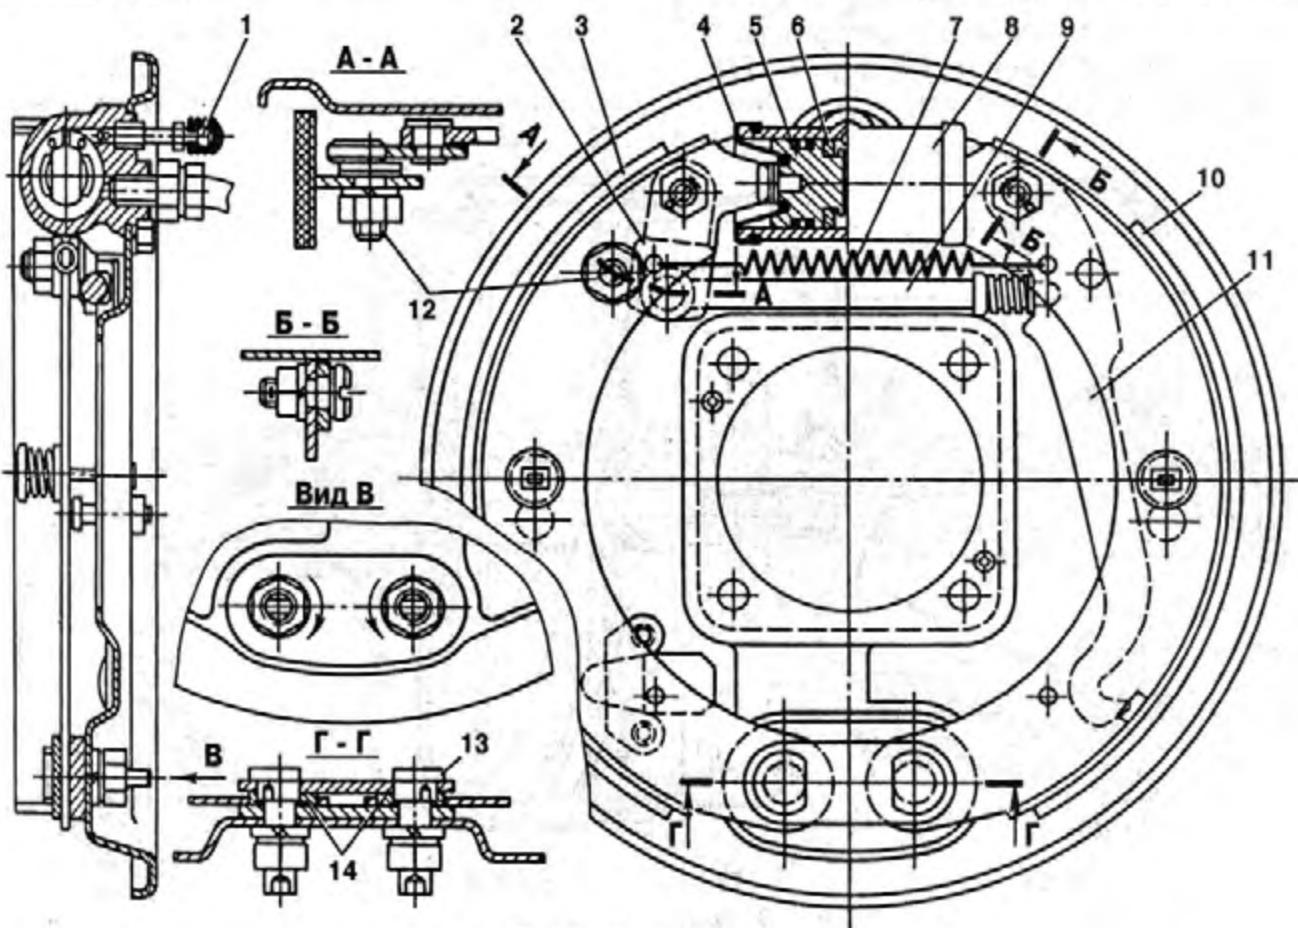
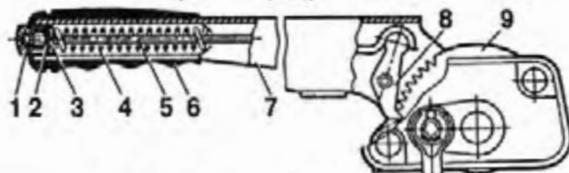
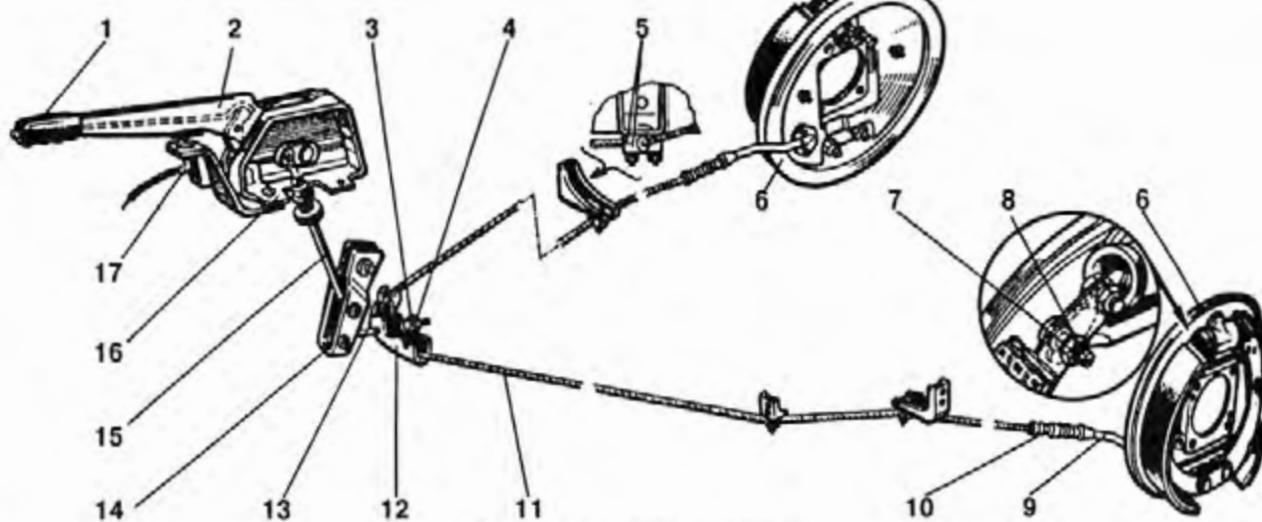

Рис. 170. Задний тормозной механизм:
Рис. 177. Рычаг стояночного тормоза:
Рис. 176. Стояночный тормоз:
Задний тормозной механизм (рис. 170) имеет один колесный цилиндр 8 двухстороннего действия с внутренним диаметром 28 мм, который приводит в действие обе колодки 3 и 10. Передняя колодка 3 имеет накладку длиной 290 мм, а задняя колодка 10 одинаковая с колодками переднего тормоза.
Стояночный тормоз (рис. 176) действует на задние тормозные механизмы. Кронштейн 16 с рычагом 2 привода стояночного тормоза крепится четырьмя болтами к переходному кронштейну, который приварен к передней панели пола. При перемещении рычага стояночного тормоза вверх тяга 15 поворачивает рычаг 14, на нижнем конце которого шарнирно закреплена тяга 13 уравнителя.
Через направляющие трубы 9 и защитные резиновые чехлы 10 концы троса входят в тормозные механизмы и соединяются с приводными рычагами 11 (см. рис. 170) при помощи вилок и наконечников, обжатых на тросах. Приводной рычаг 11 качается на оси, закрепленной на задней колодке 10 гайкой с пружинной шайбой. Рычаг при помощи разжимного стержня 9, маятникового рычага 2 и регулировочного эксцентрика 12 соединен с передней колодкой 3 заднего тормоза. Рычаг 7 (рис. 177) стояночного тормоза удерживается в поднятом
положении при помощи храпового механизма, состоящего из собачки 8 и зубчатого сектора 9. При этом выключатель 17 (см. рис. 176) включает на комбинации приборов красный сигнализатор.
Для возвращения рычага в исходное положение следует, преодолевая сопротивление пружины 4 (см. рис. 177), утопить кнопку 1. При этом тяга 5 повернет на своей оси собачку 8. Собачка выйдет из зацепления с зубчатым сектором 9 и рычаг 7 сможет опуститься в первоначальное положение, утопив в конце своего хода кнопку электрического выключателя. На панели приборов выключится сигнализатор.
Стояночный тормоз должен обеспечивать надежное удержание автомобиля с полной нагрузкой на уклоне и спуске не менее 25 % при приложении к ручке 1 (см. рис. 176) рычага стояночного тормоза усилия, не превышающего 40 кгс. При этом запирающий механизм должен сделать 5...6 щелчков. Увеличенный ход рукоятки зависит от степени износа накладок и барабана задних тормозных механизмов, а также от большого свободного хода в механизме привода.
1. Убедитесь в правильности регулировки рычага 11 (см. рис. 170) привода стояночного тормоза. Для этого: отвернув контргайку 4 (см. рис. 176) и гайку 3, снимите с тяги 13 трос 11 с уравнителем 12, снимите защитные чехлы 10 с направляющих трубок 9 и, перемещая рукой трос, измерьте его перемещение относительно торцов направляющих трубок. Трос следует перемещать с небольшим усилием в пределах свободного хода приводного рычага 11 (см. рис. 170). Перемещение троса должно быть в пределах 4...6 мм.
2. При необходимости отрегулируйте свободный ход рычага привода. Для этого: поднимите домкратом задний мост; снимите задние колеса и тормозные барабаны; ослабив гайку 7 (см. рис. 176) и поворачивая эксцентрик 8, установить свободный ход приводного рычага в пределах 4...6 мм. Свободный ход следует измерять на нижнем конце приводного рычага, используя прорезь в ребре колодки или измеряя перемещение троса относительно торца направляющей трубы, как было сказано выше; надежно затяните гайку эксцентрика, удерживая эксцентрик от проворачивания; поставьте на место тормозные барабаны и задние колеса; поставьте на место резиновые защитные чехлы и уравнитель с тросом.